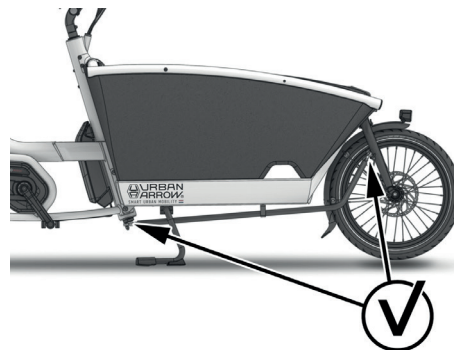

Abbildung 39 : Prüfen des Lenkgestänges an den Kugelgelenken
- Spiel am Lenkgestänge prüfen (siehe Abbildung 39): Der Lenkeinschlag des Lenkers muss auf das Vorderrad übertragen werden. Diese Übertragung erfolgt durch das Lenkgestänge. Das Gestänge besteht aus einem vertikalen Steuerrohr **1** und einer horizontalen Lenkwelle **13**. Zwei Kugelgelenke verbinden die Lenkstange mit Vordergabel und Steuerrohr.